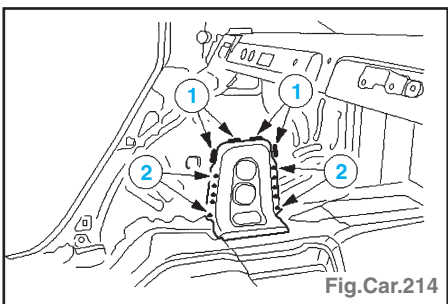

Fig.Car.214
- meuler les points de soudure (1) et fraiser les points de soudure (2) (Fig.Car.214).